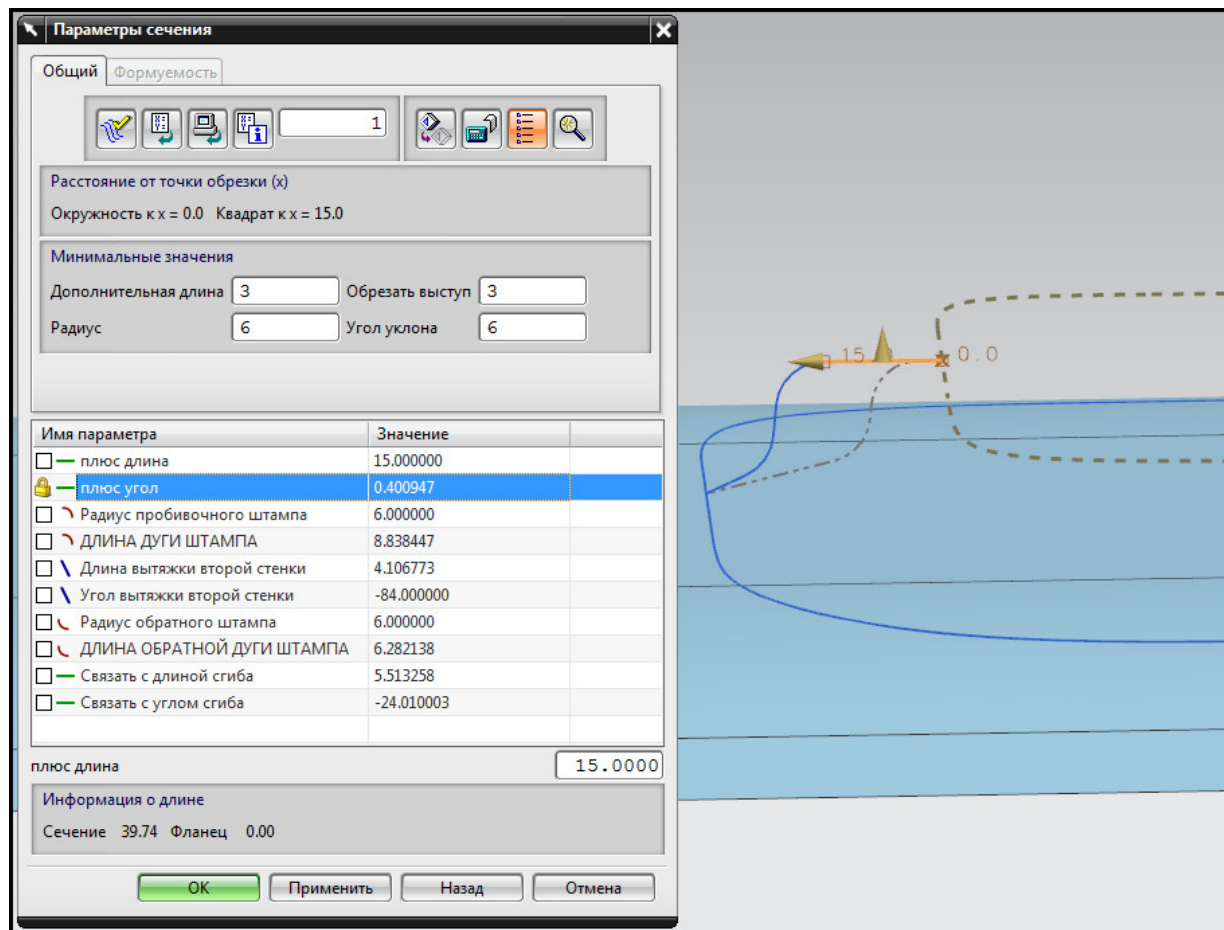

Рис. 7.19. Параметры сечения
- Открывается окно **Параметры сечения**. Установите параметры так, как указано на рис. 7.19. Нажмите **ОК**.